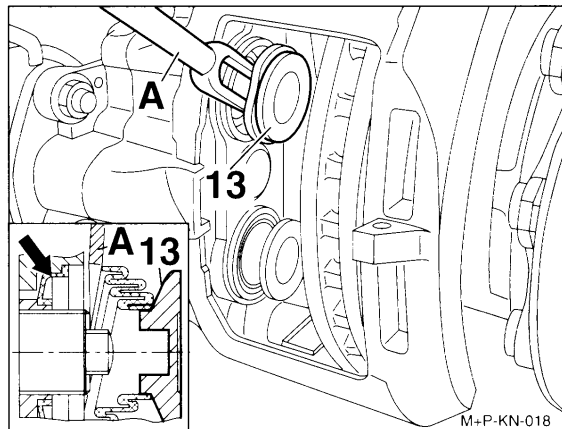

FIGURE 10: GAINES DE CAOUTCHOUC
- a. Les gaines de caoutchouc (13) ne doivent pas être endommagées, s'assurer qu'elles sont bien installées.
- b. Si les gaines sont endommagées sans être attaquées par la corrosion, l'ensemble gaine-poussoir doit être remplacé (Prévost #611177) (fig. 10).